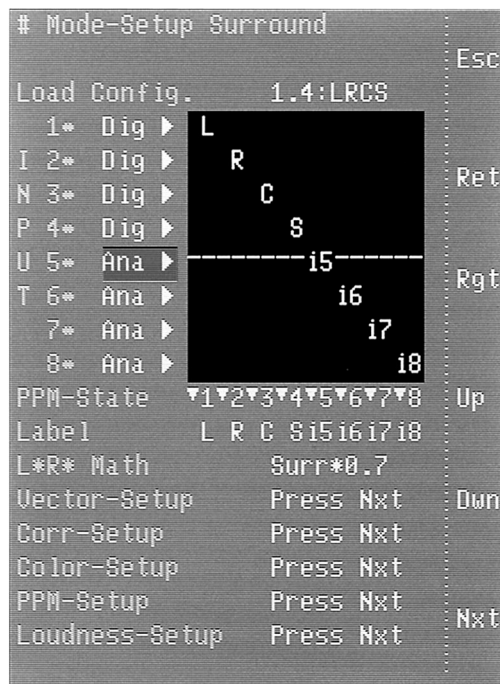

Bild D 6-5: Mode-Setup-Menü für die 3/1-Surround-Betriebsart
- Load Config. Ermöglicht das Laden eines vordefinierten Routings der Eingangskanäle auf die Peakmeter und das Vektorskop. Diese geladene Konfiguration kann mit Hilfe der Matrix (siehe Bild D 6-5) noch individuell angepasst werden.
Siehe Bild D 6-5 auf der nächsten Seite